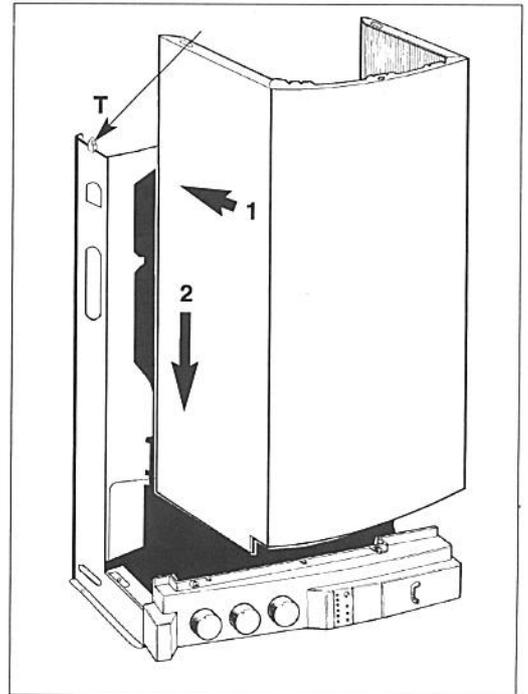

Fig. 20
- Presentar la carcasa (fig. 20).